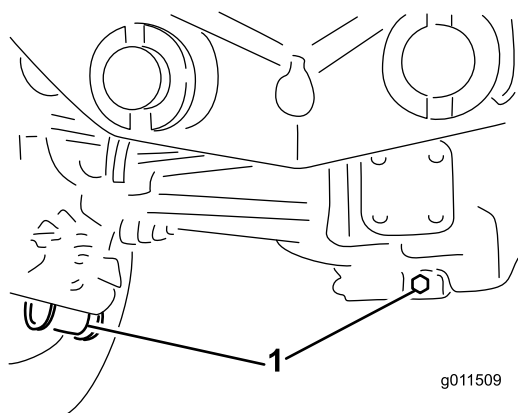

Figure 91
2. Nettoyez la surface autour des 3 bouchons de vidange, 1 à chaque extrémité et 1 au centre (**Figure 91**).